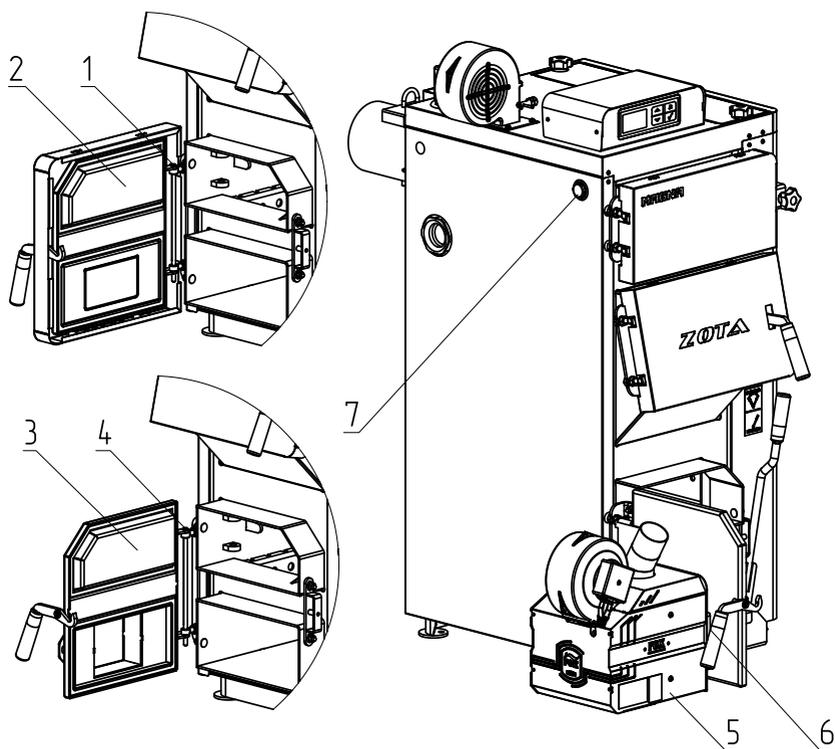

Рис. 10 Порядок установки двери на твердотопливные котлы ZOTA Magna 15, 20, 26, 35, 45, 60
- Извлеките ось (Рис.10, поз.1) и снимите дверцу зольную (Рис.10, поз.2).
- Далее установите адаптер горелки (Рис.10, поз.3) и зафиксируйте его осью (Рис.10, поз.4).
- Установите горелку (Рис.10, поз.5) на котел и зафиксируйте ее гайками (Рис.10, поз.6).
- Для установки гильзы под датчики температуры и перегрева снимите пробку или тягорегулятор (если установлен) и установите гильзу (Рис.10, поз.7) в освободившееся отверстие.